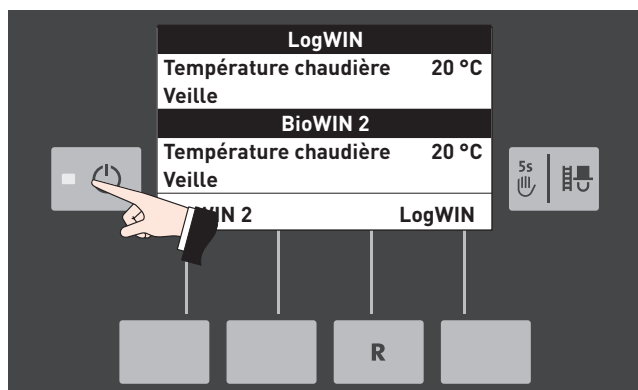
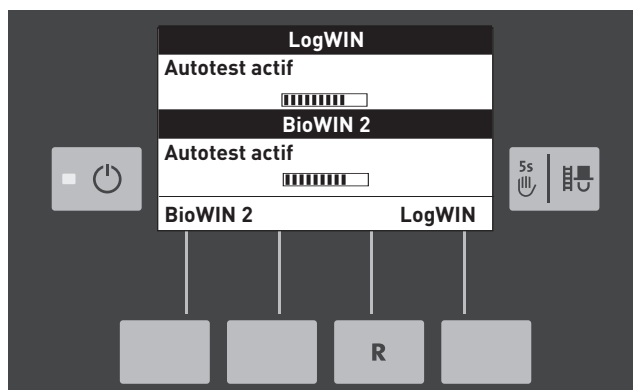

Fig. 29 Allumer la chaudière
Fig. 30 Autotest
- ▶ Presser la touche Marche/Arrêt  sur le InfoWIN^{PLUS}, l'éclairage et l'écran sont activés, le témoin de contrôle s'allume en vert et un autotest se déroule – Fig. 29, Fig. 30.